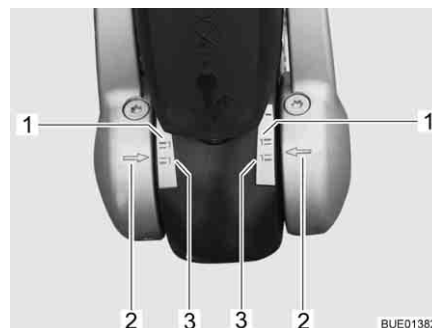

Bild 204 Indikering friktionsbelägg vänster och höger
- När pilarna på tryckbrickan (Bild 204,2) är nedanför eller vid den gröna markeringsytan (Bild 204,3) är friktionsbeläggen i fullgott skick.
- När pilarna på tryckbrickan är inom markeringsytorna (Bild 204,1 och 3) är friktionsbeläggen lätt slitna.
- När pilarna på tryckbrickan är vid eller nedanför den röda markeringsytan (Bild 204,1) är friktionsbeläggen utslitna. Låt byta friktionsbeläggen.